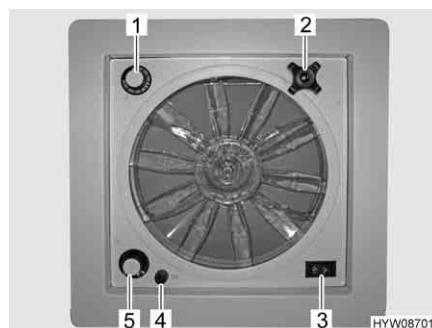

Fig. 85 Oblò con ventilatore
► Un fusibile da 4 A (Fig. 85,4) protegge da sovraccarico il motore del ventilatore. Se si verifica un sovraccarico: Individuare per prima cosa la causa (ad es. il ventilatore è sporco), poi sostituire il fusibile.
Apertura oblò: ■ Ruotare la maniglia girevole (Fig. 85,2), finché non si raggiunge l'angolo di apertura desiderato.
Aerazione/sfiato: ■ Portare l'interruttore a levetta (Fig. 85,3) su "Aerazione" (flusso d'aria dall'esterno verso l'interno) o "Sfiato" (flusso d'aria dall'interno verso l'esterno).
- Portare l'interruttore a levetta (Fig. 85,3) sulla posizione centrale.
- Posizionare l'interruttore girevole (Fig. 85,5) sul grado desiderato:
- Ruotare il termostato (Fig. 85,1) fino alla battuta in direzione "blu".